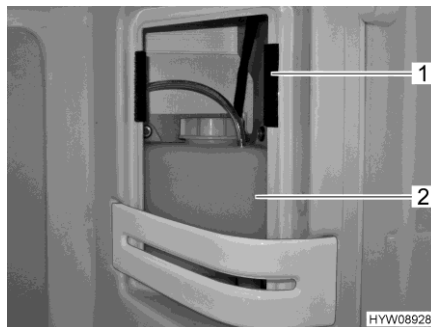

Fig. 172 Recipiente de compensación (calefacción de agua caliente)
- Quitar la cubierta en el recipiente de compensación (Fig. 172,2) en la parte superior derecha en la ducha. Fijar la cubierta con cinta velcro (Fig. 172,1).